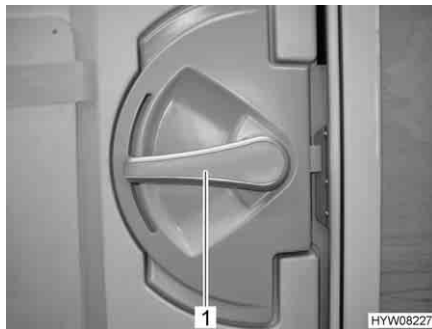

Bild 26 Dörrlås ingångsdörr, insida
- Öppna:** ■ Tryck ner dörrhandtaget (Bild 26,1).
- Låsa:** ■ Vrid dörrhandtaget (Bild 26,1) ca 45° uppåt och låt det vara kvar i det läget.